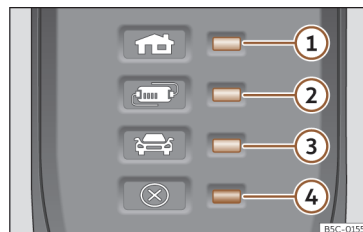

Fig. 77 No cabo de carregamento para tomadas de corrente: Luzes de controlo do dispositivo de proteção.
>>> **Fig. 77:**
O dispositivo de proteção eletrónico >>> **Fig. 77** faz com que o conector de carregamento permaneça sem corrente até se ligar na tomada de carregamento do veículo.
Uma ou várias luzes de controlo >>> **Fig. 77** ①, ② ou ③ acendem a verde.
Indicação >>> Fig. 77	Significado
①, ④ piscam	O conector para a habitação aqueceu muito.
②, ④ piscam	O dispositivo de proteção foi aquecido muito.
Se o processo de carregamento continuar com uma corrente inferior, além do indicador de funcionamento, pisca a luz de advertência >>> **Fig. 77** ④ a vermelho.
- Se voltar a ocorrer um desligamento ou redução da corrente de carregamento e a causa não parece ser a exposição a uma fonte de calor externa, observe que luz de controlo verde pisca >>> **Fig. 77**. Para a verificação do cabo de carregamento, dirija-se a um concessionário especializado CUPRA ou a qualquer concessionário da rede SEAT. Para a verificação da ligação da infraestrutura, dirija-se a um estabelecimento especializado em instalações elétricas.
Se a luz de advertência ④ vermelha pisca ou acender sem que se acenda por sua vez de forma permanente uma luz de controlo >>> **Fig. 77** ①, ② ou ③ o indicador de funcionamento, há uma avaria.